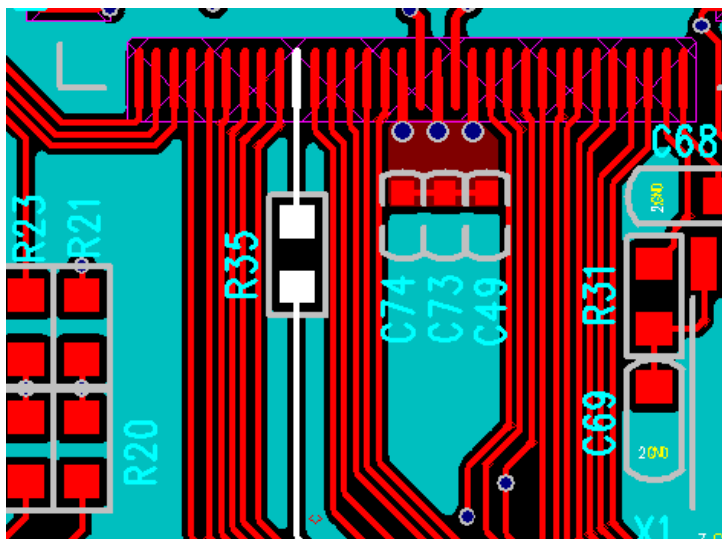

图 3-2 RMII 50M 时钟走线
- 3) 信号线需做等长处理且有完整的地平面跟随。信号线周围需包地处理，远离电源和晶振等强干扰源，走线示例图如图 3-2 所示。